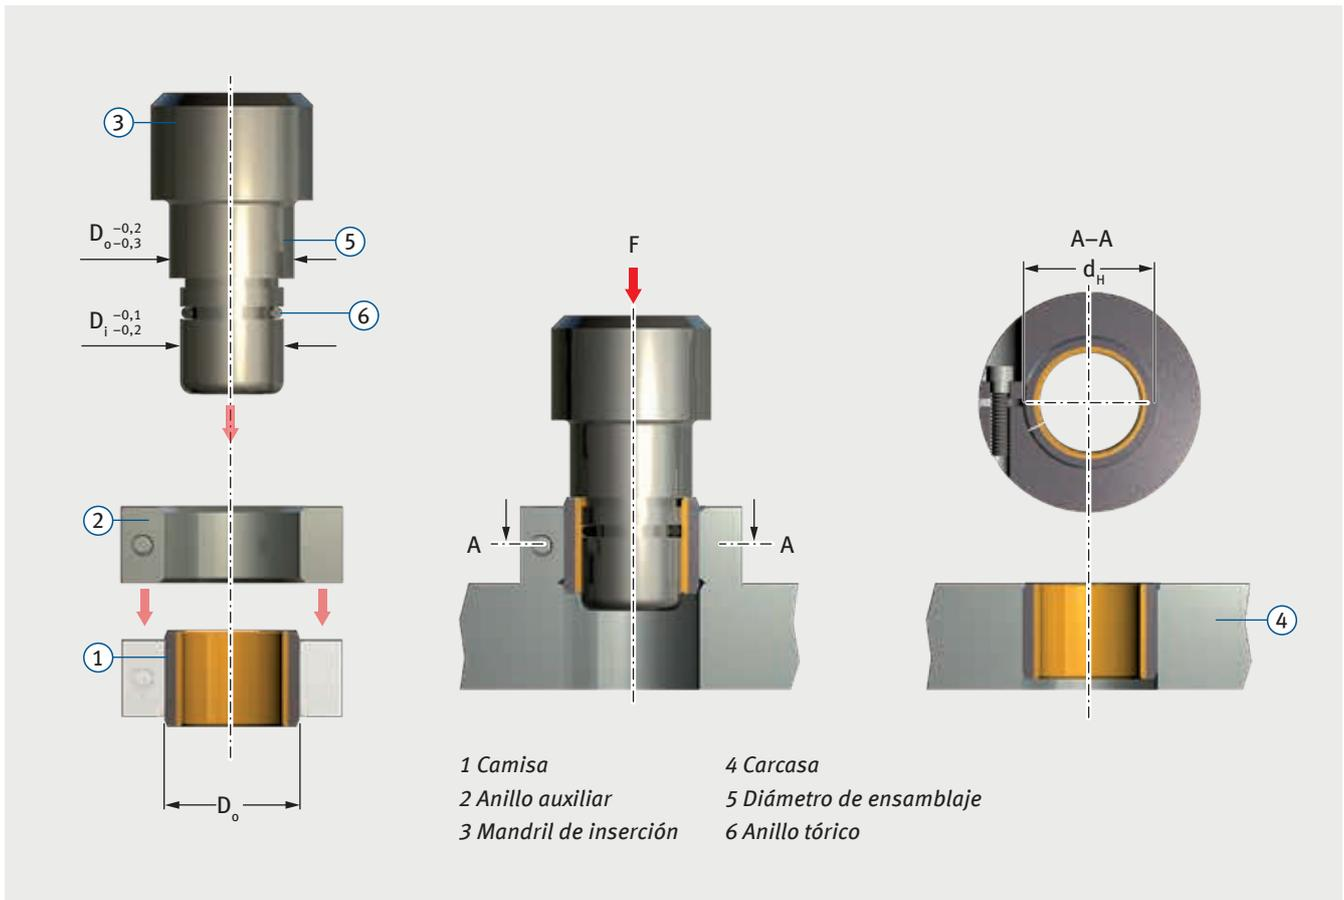

Fig. 4: Inserción a presión de camisas, $D_o \geq 55$ mm, con anillo auxiliar
- Insertar a presión con mandril y anillo auxiliar según la Fig. 4.